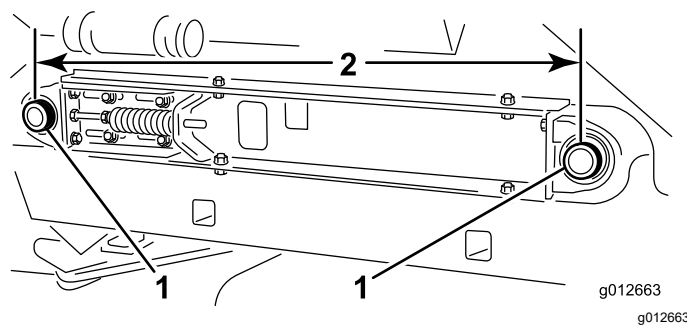

**Figura 25**
- 3. Afloje la contratuerca trasera (Figura 25).